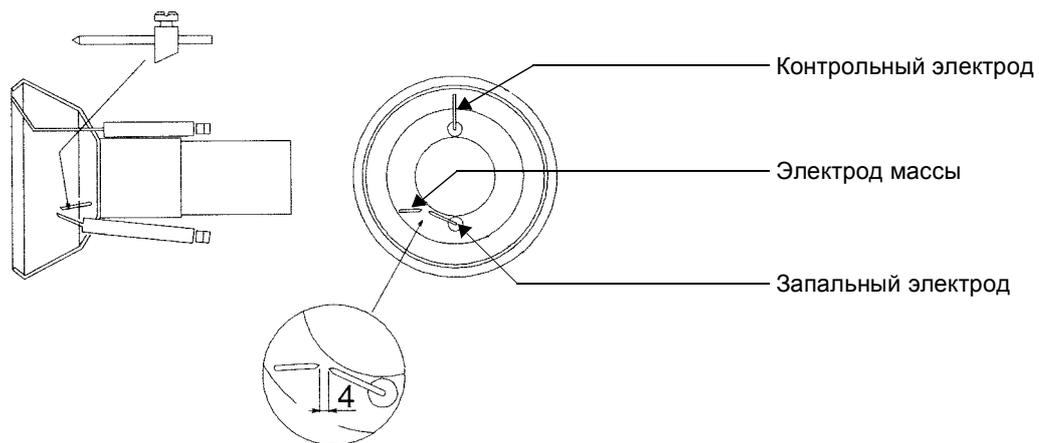

Рис. 37
- Проверьте запальный электрод, очистите, отрегулируйте и, при необходимости, замените (см. Рис. 37);
- Проверьте контрольный электрод, очистите, отрегулируйте и, при необходимости, замените (см. Рис. 37). В случае, если вы не уверены в его работе, проверьте систему контроля после запуска горелки, следуя схемам на Рис. 38a - Рис. 38b;
Расположение рефлектора не зависит от остальной части головки сгорания, значит его можно легко отрегулировать, расслабив с помощью отвертки винт E на Рис. 37. Сдвинуть рефлектор вперед или назад - по необходимости, и, по завершении регулировки, затянуть винт.